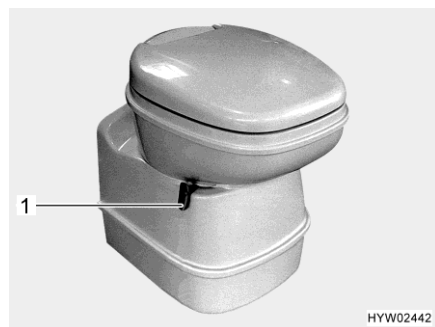
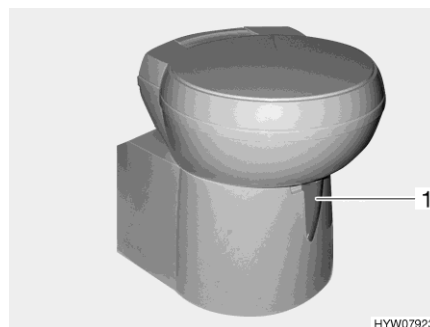

Fig. 295 Tazza del WC Thetford, orientabile
Fig. 296 Tazza del WC Thetford, orientabile (alternativa)
- Prima di tirare l'acqua, aprire il cursore della toilette Thetford. A tal fine girare la leva del cursore (Fig. 295,1 o Fig. 296,1) in senso antiorario.